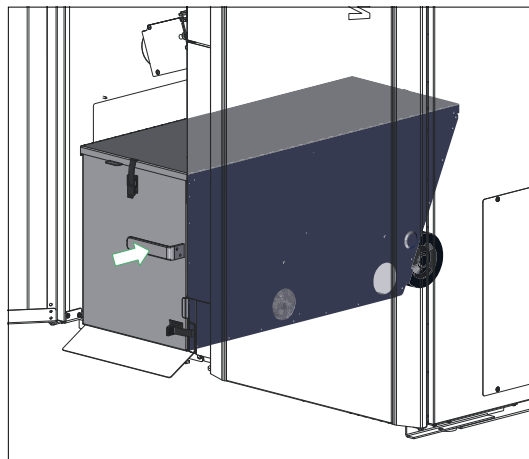

Fig. 124 Behälter leicht nach rechts drücken und Griff ganz einschieben
- Aschebox leicht nach rechts drücken und Griff ganz einschieben – Fig. 124.